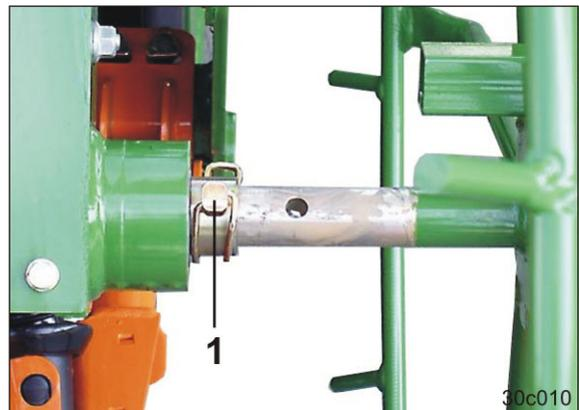

Fig. 148
- 3.1 Den Klapstecker (Fig. 148/1) lösen und das Spornrad vom Antrieb abziehen.